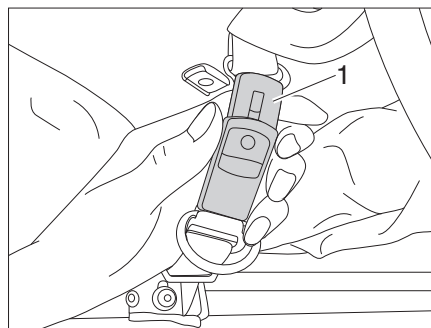

Figura 43 Abrir el cinturón de retención
- Abrir cinturones de retención (Figura 43,1).